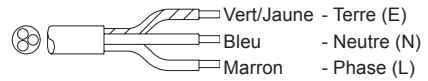

fig. 4
- (fig 4) 220-240V 1 phase avec connection sur la fiche
- (fig. 4) 220V 1 phase (câble 3 fils)
Dans le cas de la fig. 4 il faut tenir compte des remarques suivantes:
Les trois fils du câble de la fig. 4 sont: